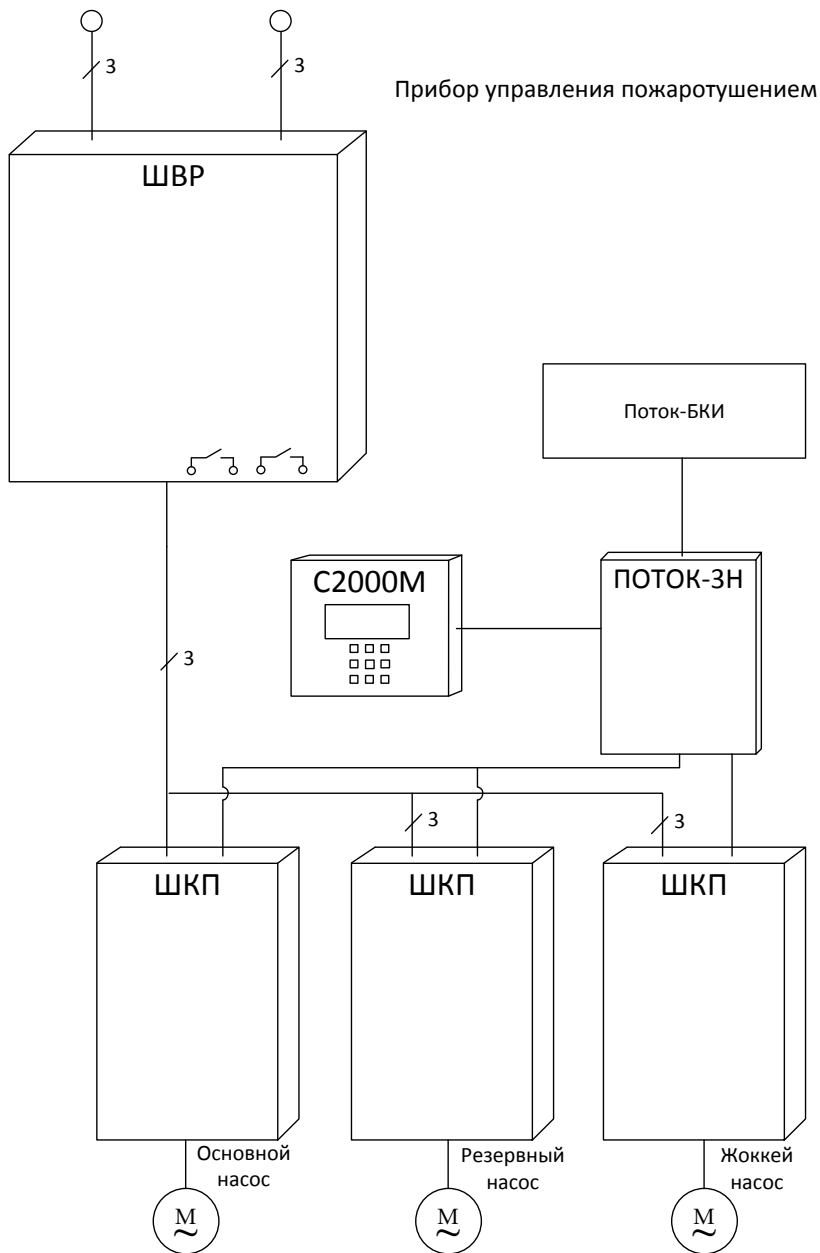

Рисунок 1. Схема питания ШКП в составе ППУ.
1.2.1 Питание ШКП и ППУ осуществляется от источника трёхфазной сети переменного тока 380 В через шкаф ввода резерва «ШВР-110» (см. рис. 1), который имеет два ввода. «ШВР-110» обеспечивает автоматическое переключение с основного ввода на резервный при пропадании на основном вводе, и обратно.
Программирование на вкл./работа выходов 13/14 (заводская установка: вкл.) см. Рис. 1